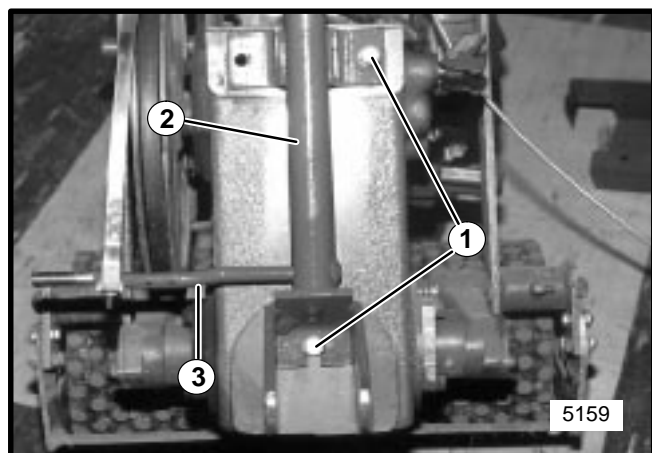
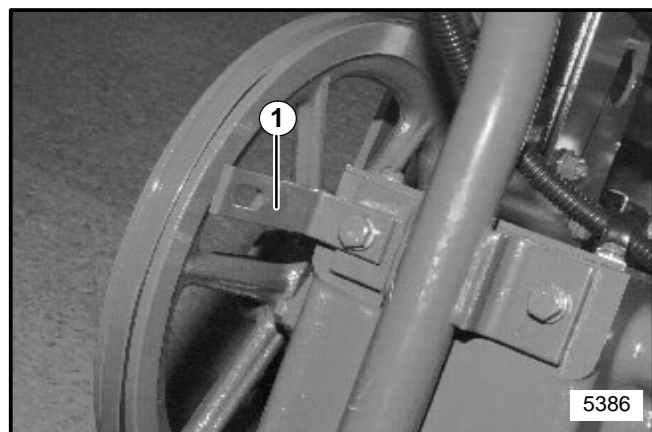

FIGURE 3
FIGURE 4
- Enlever et garder les deux (2) vis et rondelles frein de l'extrémité arrière du boîtier de vitesses. Desserrez suffisamment la vis inférieure pour permettre au levier à poignée de glisser derrière la vis et la rondelle.
- Appliquer de l'enduit Permatex pour garniture ou équivalent aux trois vis (en 9). Attacher le support du manche au carter comme indiqué en Figure 3 et attacher le support en "L" indiqué en Figure 4. S'ASSURER que le côté à rainure du support en "L" est placé en face de la grande poulie. Se reporter à la figure 4.